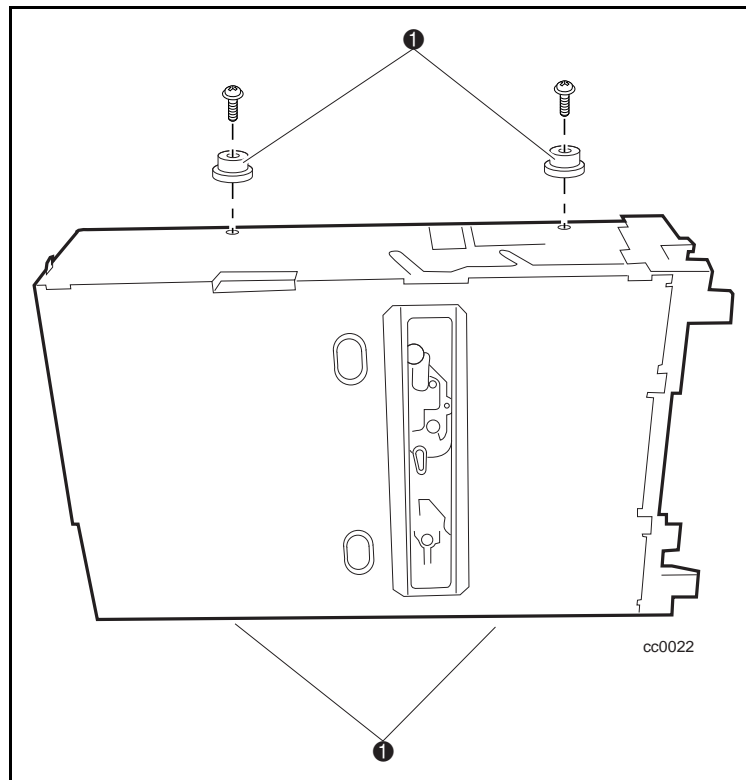

図5. アライメント ピンの取り付け
新しいドライブを取り付ける前に、4本のアライメント ピンをドライブに取り付ける必要があります。各アライメント ピンは、プラスチック製スペーサ（トップハット）とネジから構成されています（図5の①）。
2. 図に示されているように、アライメント ピンをそれぞれの場所（図5の①）に取り付けます。